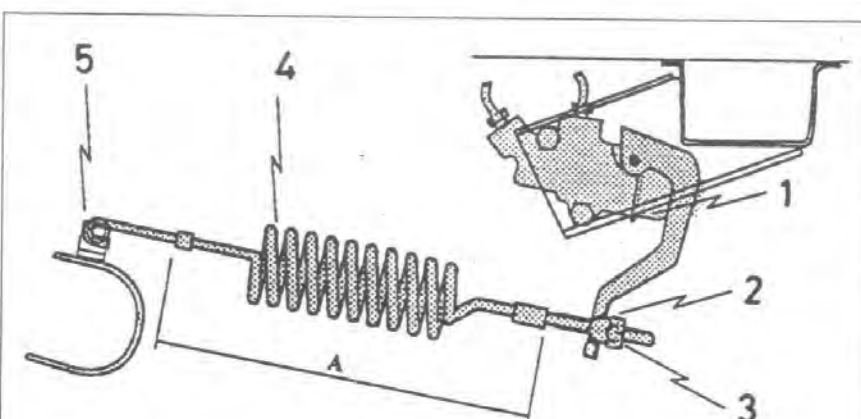

Рис. 9.13 Натяжение пружины клапана регулировки давления в тормозной системе (модели Пикап) (Глава 19)
- b) Прицепите пружину клапана к торсионной балке задней подвески. Припаркуйте автомобиль на ровной горизонтальной площадке и загрузив его до номинального веса (75 кг на сиденья водителя), убедитесь, что длина пружины «А» (рис. 9.13) составляет 105.00 ± 0.05 мм. Если необходима регулировка, ослабьте контргайку и поверните регулировочную гайку в нужную сторону, пока не добьетесь правильного натяжения пружины